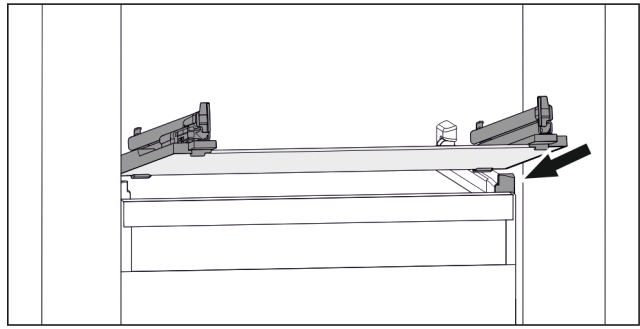

Fig. 112 Приблизне відображення скляної пластини
- ▶ Встановити скляну пластину за стопорами навкосо. (див. Fig. 112)